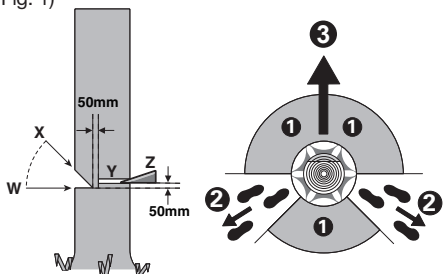

Figura 1
Antes de talar el árbol deberá planificarse y despejarse, si procede, la trayectoria de escape. Dicha vía de escape debe ir diagonalmente en dirección opuesta a la dirección de caída prevista, tal como puede verse en la Figura 1.
Realice un corte de 1/3 del diámetro del árbol en sentido perpendicular a la dirección de caída, tal como se muestra en la figura 1. Realice primero el corte inferior horizontal (W). Con ello se evita que la cadena de sierra o la espada se atasquen al efectuar el corte inclinado de la cuña (X).
Realice el corte de talado (Y), como mínimo, 50 mm más alto que el corte de muesca, tal como puede verse en la figura 1. Sierre el corte de talado paralelamente al corte inferior horizontal de la cuña.